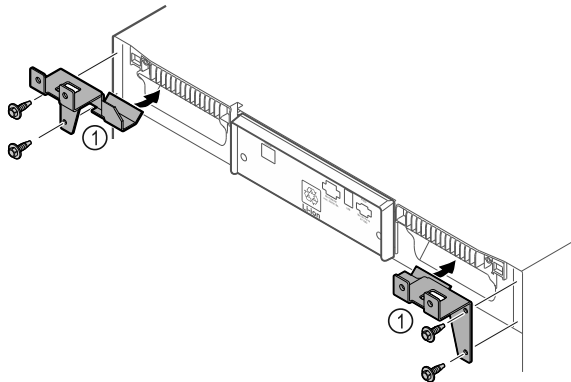

Fig. 10
- ▶ Monter les pièces de retenue Fig. 10 (1) sur l'appareil à l'aide de vis autotaraudeuses.